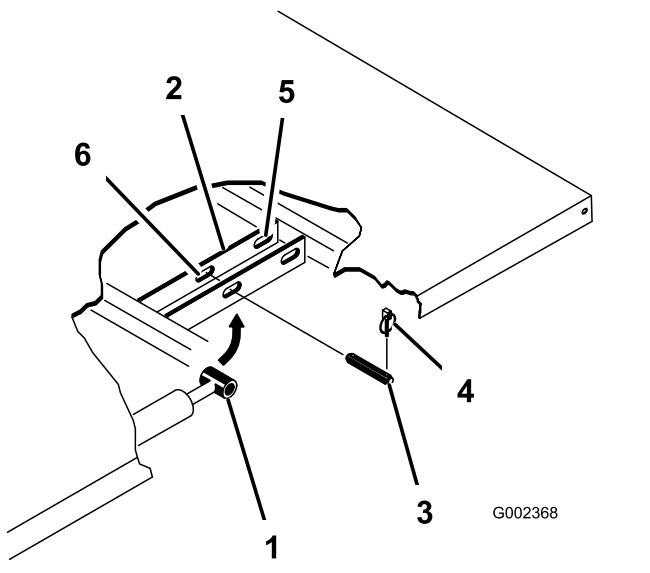

Figura 20
- Retire los pasadores de seguridad de los extremos exteriores de los pasadores de las varillas de los cilindros (Figura 20).
4. Retire los pasadores que fijan las rótulas de las varillas de los cilindros a las chapas de montaje de la plataforma empujando los pasadores hacia dentro (Figura 20).
5. Retire los pasadores de seguridad y los pasadores que fijan las placas de giro a los perfiles del bastidor (Figura 20).